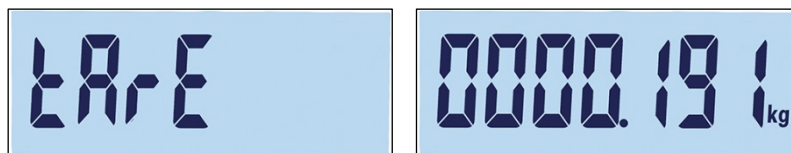

Abbildung 3-50: Bildschirme „tArE“ und Einstellung des Tarawertes
7. Am Ende kann ein **Tarawert** für den Datensatz festgelegt werden (Abbildung 3-50). Drücken Sie auf , um den Datensatz zu bestätigen und die Bearbeitungsfunktion des Datensatzes zu verlassen.